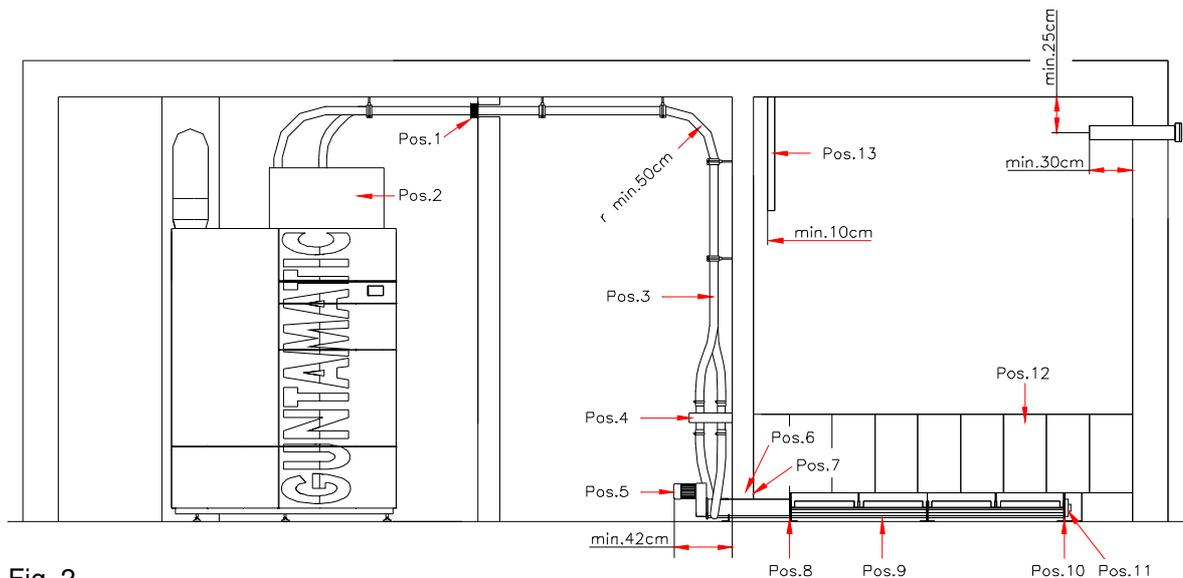

Fig. 2
1. Faire cheminer l'unité d'entraînement (pos.5) fig.2 de la vis d'extraction du local par l'ouverture dans le mur (B = 330 x H = 250 mm) du local de stockage.
2. Selon la longueur de la vis, assembler les sections de la vis à l'aide de l'auge (pos.9) fig. 2, depuis le local de stockage vers l'unité d'entraînement (pos.9) fig. 2.
Pour finir, visser fermement le raccord à bride des auges à l'aide des vis M08 x 30 (pos.8) Fig 2 livrées et les rondelles d'arrêt. Veiller à ce que les auges soient vissées sur l'intérieur sans coup. A l'extrémité de la vis sans fin, visser la plaque de bridage (pos.10) Fig. 2 avec le logement (si pré-monté).
3. Desserrer les vis sans tête (pos.11) Fig.2 de logement et essayer de pousser la vis sans fin en butée, vers l'unité d'entraînement. Ensuite, serrer à nouveau les vis sans tête.
5. Disposer la vis sans fin montée de manière à ce qu'au moins une longueur de 42 cm (voir Fig. 2) de l'unité d'entraînement sorte du mur du local de stockage.
7. Remplir la traversée du mur (pos.6) Fig.2 autour de l'auge, avec de la laine de roche. Recouvrir l'ouverture avec les plaques de recouvrement livrées (pos.7) Fig.2, du côté gauche et droit du mur.
2. Les tuyaux d'aspiration de retour en Fig. 2 doivent être raccordés de manière étanche sur le cyclone (pos.2) de l'unité de commutation de tuyau et sur l'unité d'entraînement (pos.5).